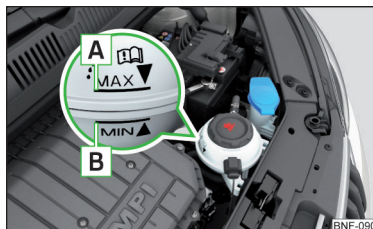

Fig. 142
Kontrol af kølevæskestand – kølevæskestanden skal være mellem markeringerne **A** og **B** » Fig. 142. Hvis kølevæskestanden er under markeringen **B**, skal du påfylde kølevæske.
Kølevæskens **specifikation** er angivet på kølevæskeekspansionsbeholderen » Fig. 142.
- Påfyld ikke kølevæske over markeringen **A** » Fig. 142. Kølevæskan kan blive trykket ud af kølesystemet ved opvarmning – risiko for beskadigelse af delene i motorrummet.